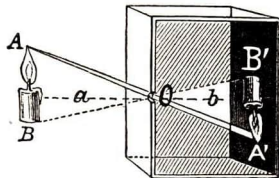

Abb. 215. Lochkamera
**3. Das Lichtbild im Dunkelkasten** (Abb. 215). Der Dunkelkasten (oder die Camera obscura) ist ein lichtdicht verschlossener Kasten mit einer kleinen Öffnung in der Vorderwand und einer durchscheinenden Rückwand.